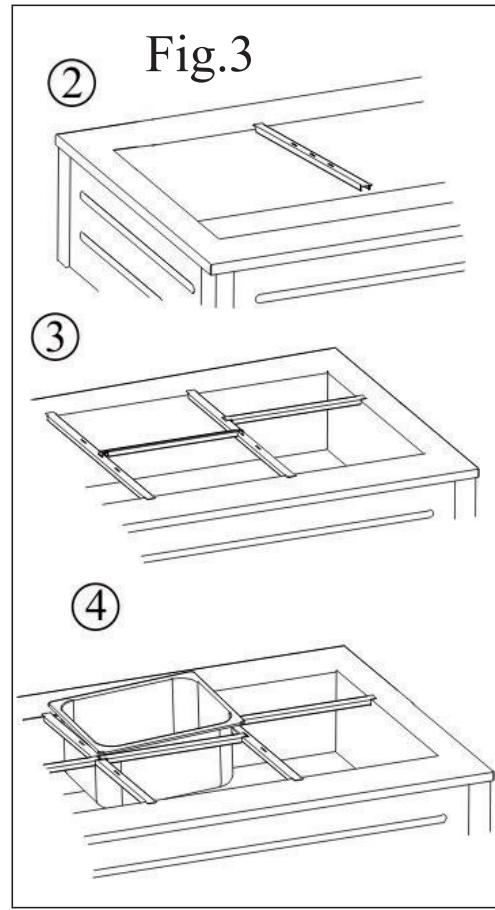

Fig.3
1. Togliere la pellicola di protezione dai distanziali. 2. Sistemare i distanziali più lunghi sui bordi della vasca. 3. Sistemare i distanziali più corti nelle apposite feritoie sui distanziali lunghi. Diverse composizioni sono disponibili in funzione del formato delle vaschette e della posizione. 4. Montare infine le vaschette sui distanziali predisposti a v.s piacere (vedi Fig.3).